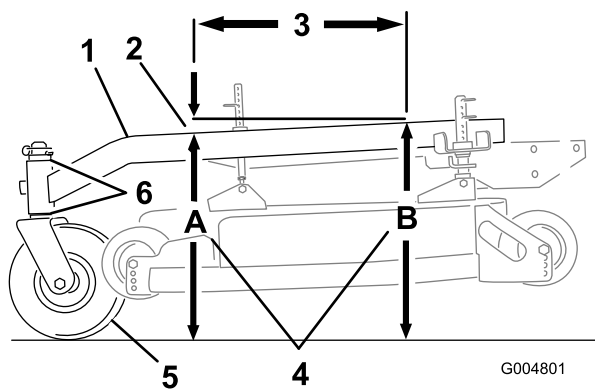

Bild 54
Über die Länge von 61 cm muss der Trägerrahmen eine Neigung von 3 bis 9 mm aufweisen (Bild 54).
1. Messen Sie eine Länge von 61 cm auf dem Trägerrahmen (Bild 54).
- Messen Sie die Höhe des Trägerrahmens an Stelle **A** (Bild 54).
- Messen Sie die Höhe des Trägerrahmens an Stelle **B** (Bild 54).
- Die Höhe an Stelle **A** muss 6 bis 10 mm niedriger sein als an Stelle **B** (Bild 54).
- Bewegen Sie bei einer falschen Einstellung des Trägerrahmens die Distanzstücke an den Laufrädern, bis eine Neigung von 6 bis 10 mm besteht (Bild 54). Verlegen Sie die Distanzstücke von oben oder unten, um die korrekte Neigung herbeizuführen.